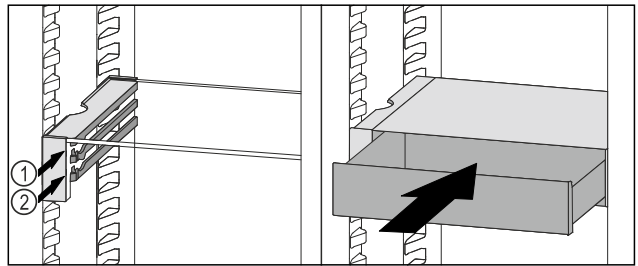

Fig. 89
- VarioSafe-Schubfach hinter den Stoppern auf gewünschter Rippe Fig. 89 (1) oder Fig. 89 (2) aufsetzen.